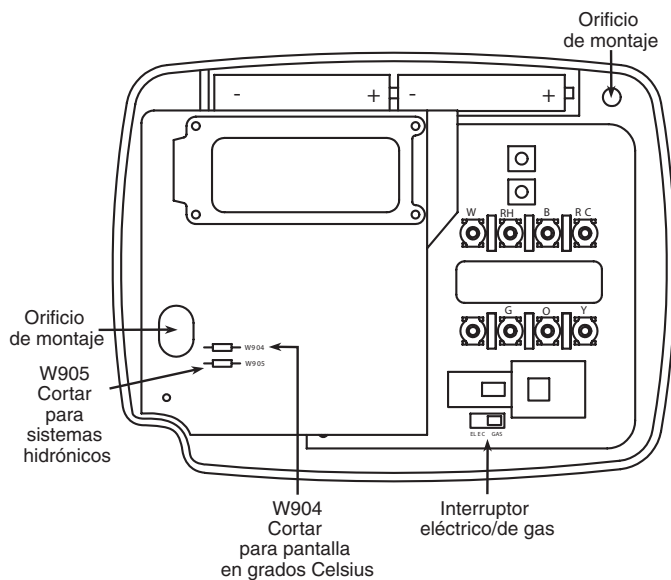

Figura 1. Base del termostato
Este termostato está configurado de fábrica para operar un sistema de aire forzado con combustible fósil (gas, aceite, etc.) de calor/frío. Está correctamente configurado para cualquier sistema que NO requiera que el termostato energice el ventilador en una llamada de calor. Si su sistema es un sistema eléctrico o de bomba de calor que REQUIERE que el termostato encienda el ventilador en una llamada de calor, ubique el interruptor **GAS/ELECTRIC** (vea la figura 1) y colóquelo en la posición **ELECTRIC**. Esto permitirá al termostato energizar el ventilador inmediatamente en una llamada de calor. Si no está seguro si el sistema de calefacción/refrigeración requiere que el termostato controle el ventilador, póngase en contacto con un servicio técnico de calefacción y aire acondicionado calificado.
5. Fije la base a la pared sin ajustarla demasiado, como muestra la figura 1, usando dos tornillos de montaje. Ajústela hasta que quede bien nivelada y luego apriete los tornillos. (Esto es por razones estéticas solamente y no afectará el funcionamiento del termostato.) Si utiliza los orificios de montaje existentes, o si los orificios perforados son demasiado grandes y no le permiten ajustar bien la base, use anclajes plásticos para fijar la subbase.
Este termostato requiere 2 pilas alcalinas "AAA" para funcionar. Si aparece el mensaje **"LO BATTERY"** significa que las pilas tienen poca carga y deben cambiarse. Para obtener resultados óptimos, cambie las pilas una vez al año por pilas alcalinas nuevas de alguna marca líder como Duracell® o Energizer®. Para cambiar las pilas, instélaslas a lo largo de la parte superior de la base (vea la figura 1). Las pilas deben instalarse con los polos positivos (+) hacia la derecha.
- **CONVERTIBILIDAD °F/°C** — El ajuste predeterminado de fábrica es en grados Fahrenheit. Cortando el puente W904 en la placa de circuito (vea la figura 1) puede cambiar la configuración a grados Celsius.